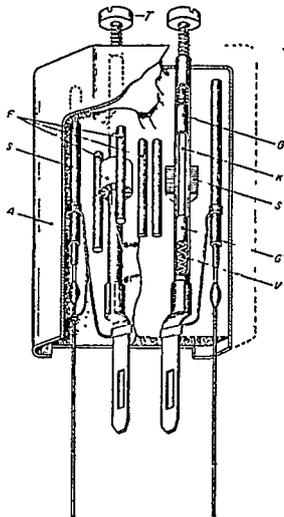

Fig. 5. — Aspect d'un transformateur MF type miniature ferrocube (Transco).
Récemment, les transformateurs MF ont également bénéficié de la miniaturisation. Ils se présentent sous forme de petites plaquettes blindées, réglées pour la fréquence intermédiaire de 455 ou 472 kHz, destinées spécialement aux récepteurs de faible encombrement et de prix de revient réduit. On a pu parvenir à la miniaturisation grâce à l'emploi de noyaux en ferrite (« ferrocube » de grande perméabilité (800) ayant des pertes très faibles en haute fréquence ; et aussi de condensateurs de faibles dimensions dits « filiformes » de 110 pF, mesurant 32 mm de longueur sur 13/10 mm de diamètre. Le noyau de ferrocube est mobile à l'intérieur des bobines où il s'engage dans un tube isolant. L'ensemble des bobines, noyaux et condensateurs est monté dans deux demi-boîtiers en bakélite moulée, le tout étant serti dans un boîtier d'aluminium formant blindage. Les deux circuits étant identiques, peuvent être indifféremment utilisés comme primaire et comme secondaire. Ce transformateur a un facteur de qualité de 120, il peut fonctionner jusqu'à 70° C. Mesurant 36 mm de hauteur et 25 mm de largeur sur une épaisseur de 10 mm, il ne pèse que 12 grammes ! Les connexions centrales sont rigides, en forme de languette à cosse percée d'un trou. Les connexions extrêmes sont des fils souples (fig. 5 et 6).